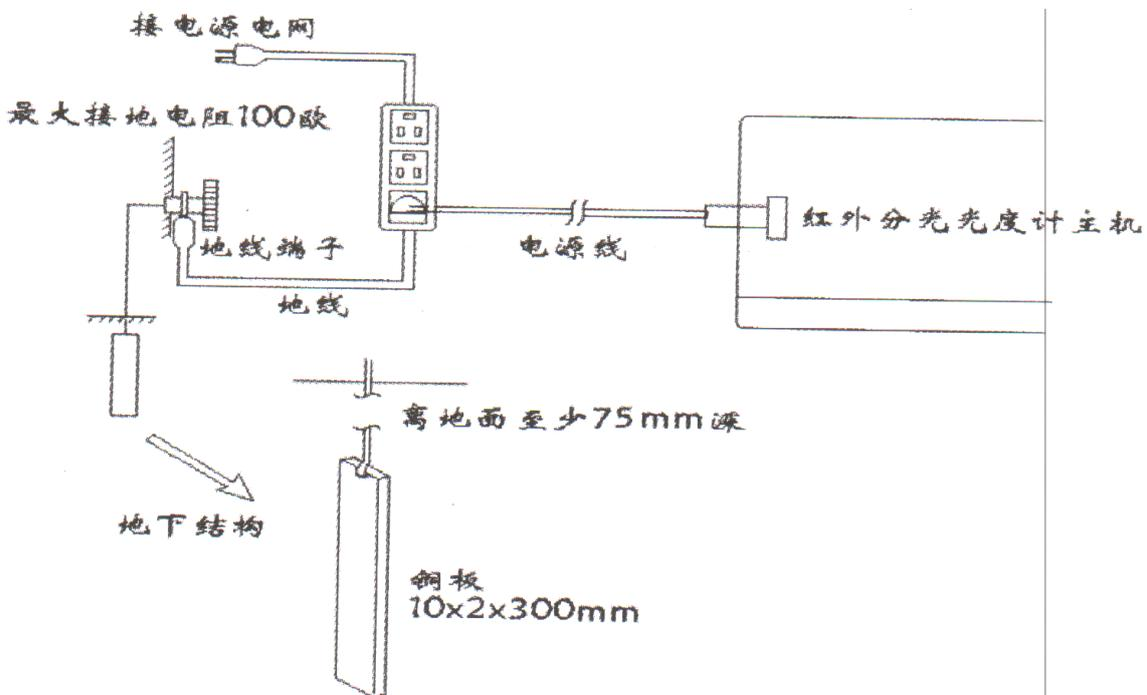

图 4.1 室内地线结构
- 7 室内装有地线，以保证仪器接地良好。室内地线结构如图 4.1 所示